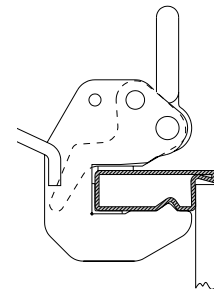

Abb. 36.4
3. Zum Verriegeln Sicherheitshebel wieder in Ausgangsstellung drücken (Abb. 36.4).
Bei liegenden Elementen sind die Kranhaken immer an den Querriegel anzuschlagen, bei mehreren Elementen sind die Kranhaken am Elementstoß anzubringen (Abb. 36.4), damit ein Verrutschen unmöglich ist.